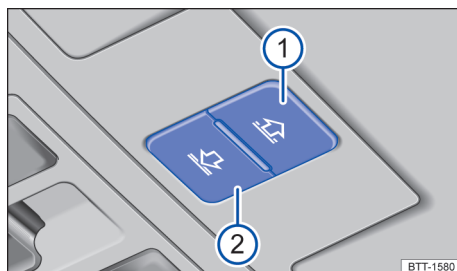

图 73 顶篷上：遮阳卷帘按钮
按钮 → 图 73 ① 和 ② 有两挡。第一挡可将遮阳卷帘完全或部分打开或关闭。
- 触发防夹功能后 5 秒钟内按压按钮 → 图 73 ②，直到遮阳卷帘完全关闭。